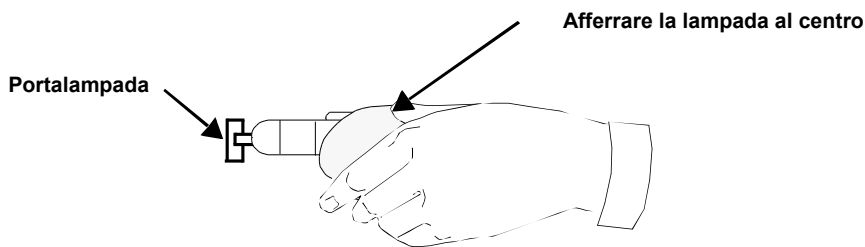

Figura 15. Sostituzione della lampada alogena al tungsteno
7. Tenendo un pezzo di carta per lenti (o materiale equivalente) fra il pollice e l'indice, inserire la nuova lampada nei portalampada. Vedere la Figura 15.